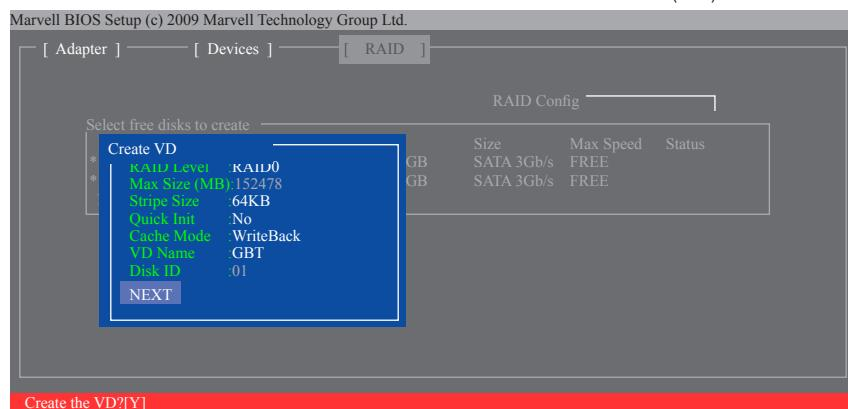

図 7
6. **NEXT**: 上の設定を完了した後、**NEXT** に移動して<Enter>を押しアレイの作成を開始します。確認を求められたら、<Y> を押して確認するか <N> を押してキャンセルします (図 7)。